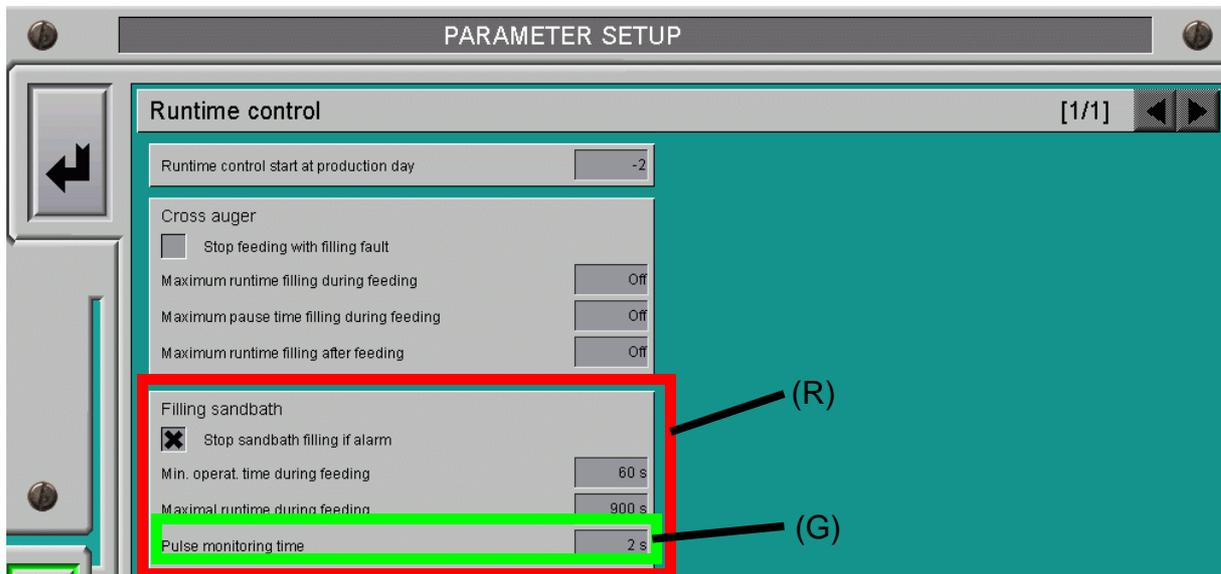

Ilustración 5-6: Control del tiempo de ejecución - alimentación de yacija
En el campo marcado en verde (G) "Tiempo control pulso alarma" en la ilustración 5-6 se debe entrar un valor previamente determinado por un técnico de mantenimiento. Dentro de este valor, se debe percibir como mínimo un pulso.